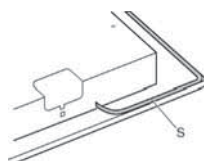

Fig.5
- Rovesciare l'apparecchio e stendere lungo il bordo esterno la guarnizione S (fig. 5).